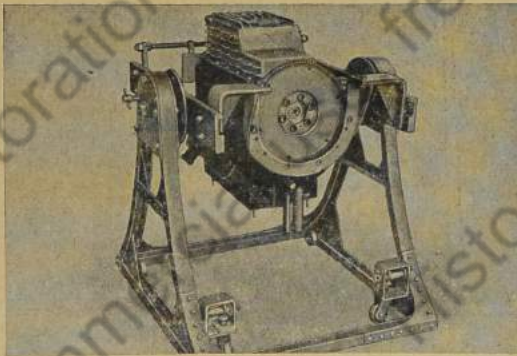

Bild 42: Motor im Instandsetzbock aufgehängt
3. Motor in einem Instandsetzbock aufhängen und dann um 180° (halbe Umdrehung) schwenken, damit Ölwanne nach oben kommt (Bild 42).